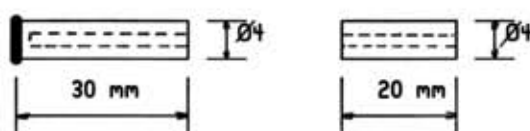
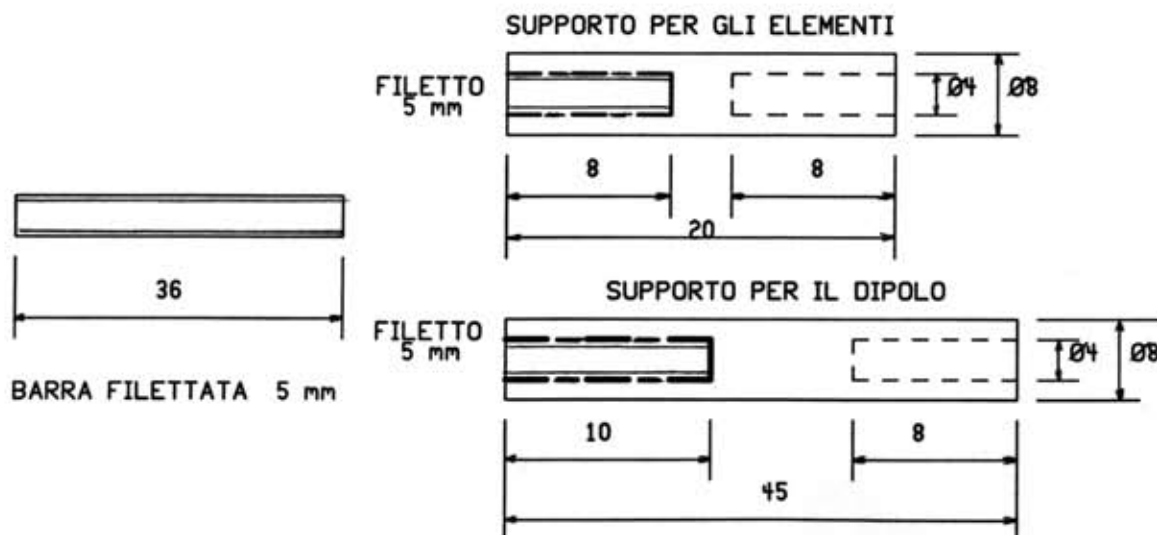

Fig. 1
Fig. 6
2) per il dipolo, tornire n. 2 tondini di alluminio da 8 mm e di lunghezza 45 mm. Forarli da una parte per 8 mm con un diametro di 4 mm, dalla parte opposta filettare 5 mm per circa 10 mm (fig. 6). Su uno solo dei due va fatta la sede per il connettore PL239 con i due fori filettati 3 mm per le due viti di fissaggio, come da fig. 1 e foto 4, 5, 6.